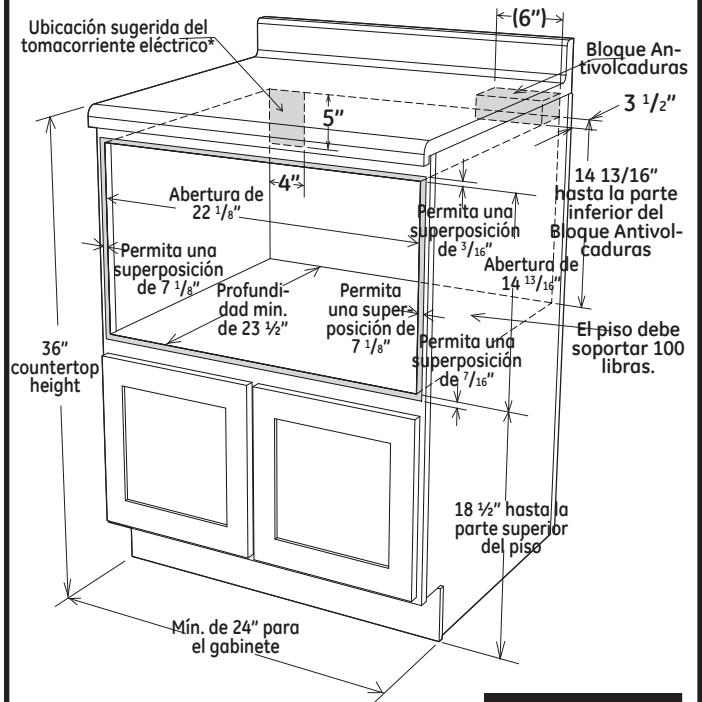
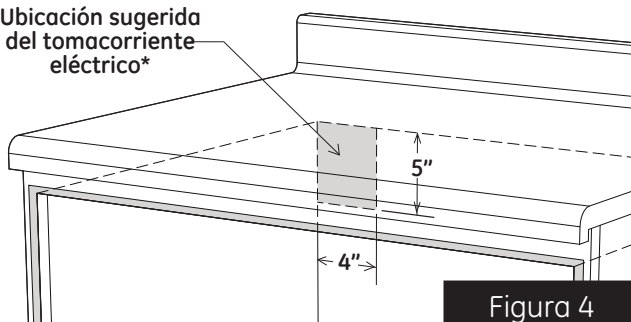

Figura 1
Figura 4
- Deben ser usadas las dimensiones que se muestran en la Figura 1 (para 24"). Las dimensiones dadas proveen un despeje mínimo. Ubique el tomacorriente en el área sombreada en la esquina superior izquierda de la abertura. Ver figura 4.